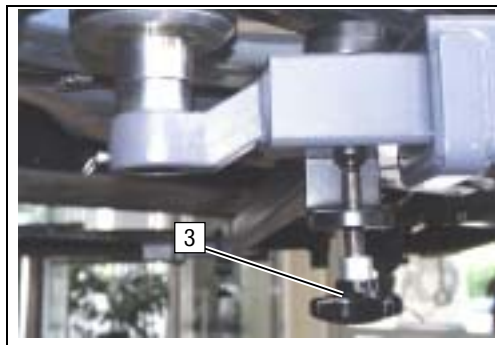

Abb. 5:
- Mit den beiden Gewindespindeln 3 die Fahrzeugsicherung an den Tragarmen befestigen (Abb. 5).